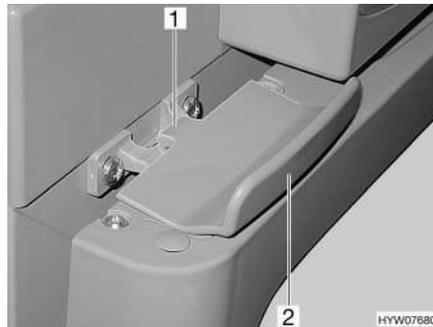

Fig. 77 Bloqueo de la puerta del frigorífico, cerrado (Thetford)
**Abrir:** ■ Abrir la puerta del frigorífico con el tirador (Fig. 77,2). El bloqueo (Fig. 77,1) se abre automáticamente.